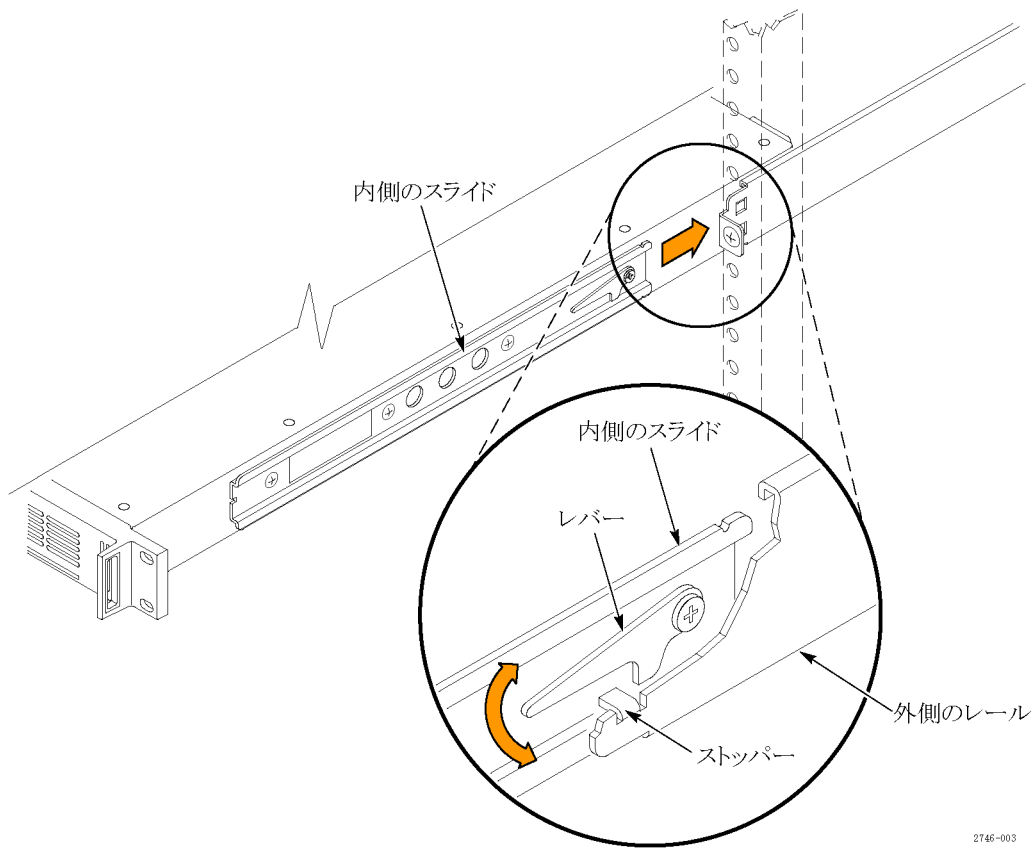

図 1: ラックへの機器の取り付けと取り外し
1. 両側のレバーの長い方のハンドル部分を上に持ち上げながら、機器の左右のスライドをラックのレールの端に差し込みます (図 1 参照)。
3. レバーがストッパーを通過できるように、両側のレバー・ハンドルを同時に持ち上げます (図 1 参照)。